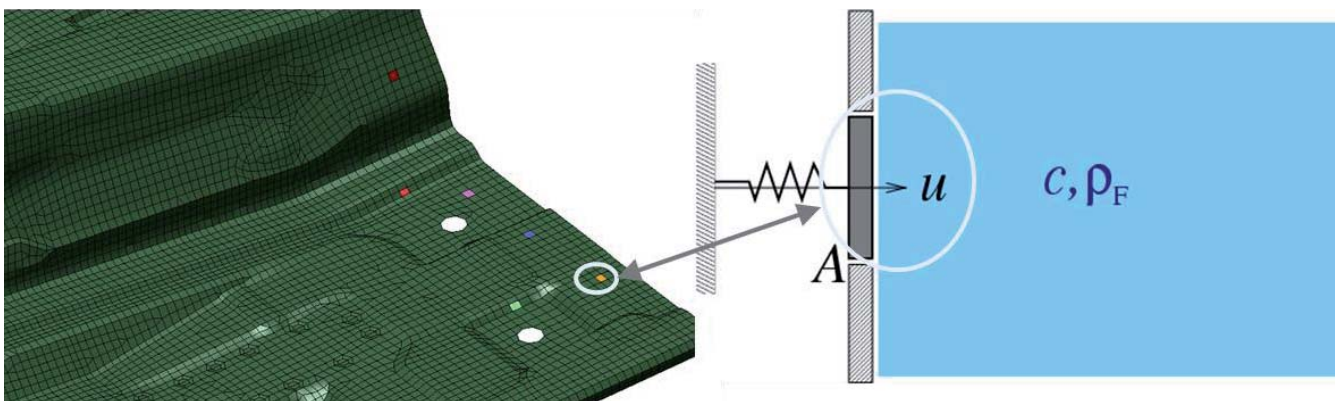

Abb. 6: Bezug zwischen den Struktur-Schalenelementen (links) und dem Kolbenstrahler (rechts)
Somit ist die Berechnung der äquivalenten abgestrahlten Schallleistung mit Gleichung (6) auch ohne Fluid möglich. Die zusätzlich nötigen Annahmen sind aber, dass kein akustischer Kurzschluss auftritt und die Phasenlage keinen Einfluss besitzt [1,2], mit den entsprechenden Folgen für die Genauigkeit bzw. den zulässigen Einsatzbereich. Die Analogie von Struktur und Kolbenstrahler ist auch in Abbildung 6 angedeutet.